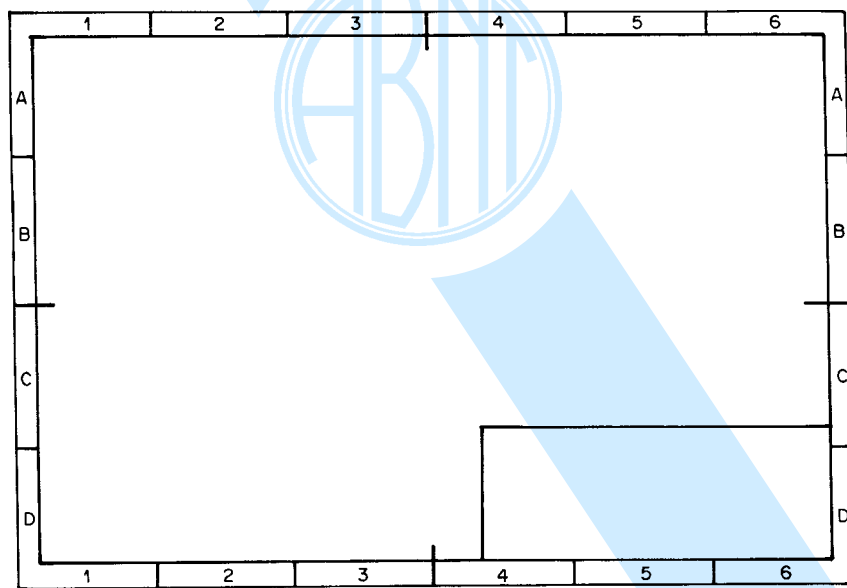

Figura 9 - Sistema de referência por malha
3.6.2 Devem ser executadas com traço de 0,5 mm de largura no mínimo, começando do contorno interno da folha recortada e estendendo-se aproximadamente 0,5 mm, além do quadro. A tolerância da posição de $\pm 0,5$ mm deve ser observada para as marcas (ver Figura 9).
3.6.6 Os numerais devem iniciar no canto da folha oposto à legenda no sentido da esquerda para direita e devem ser repetidos no lado correspondente (ver Figura 9).